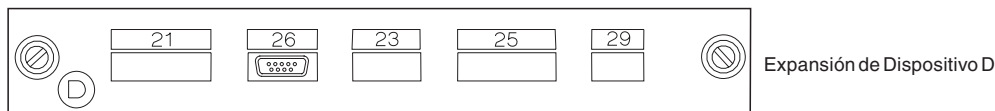

Figura 137. Expansión de Dispositivo D
1. En la Figura 137 marque con una X el zócalo en el que los cables del dispositivo se conectan a la Expansión de Dispositivo D: